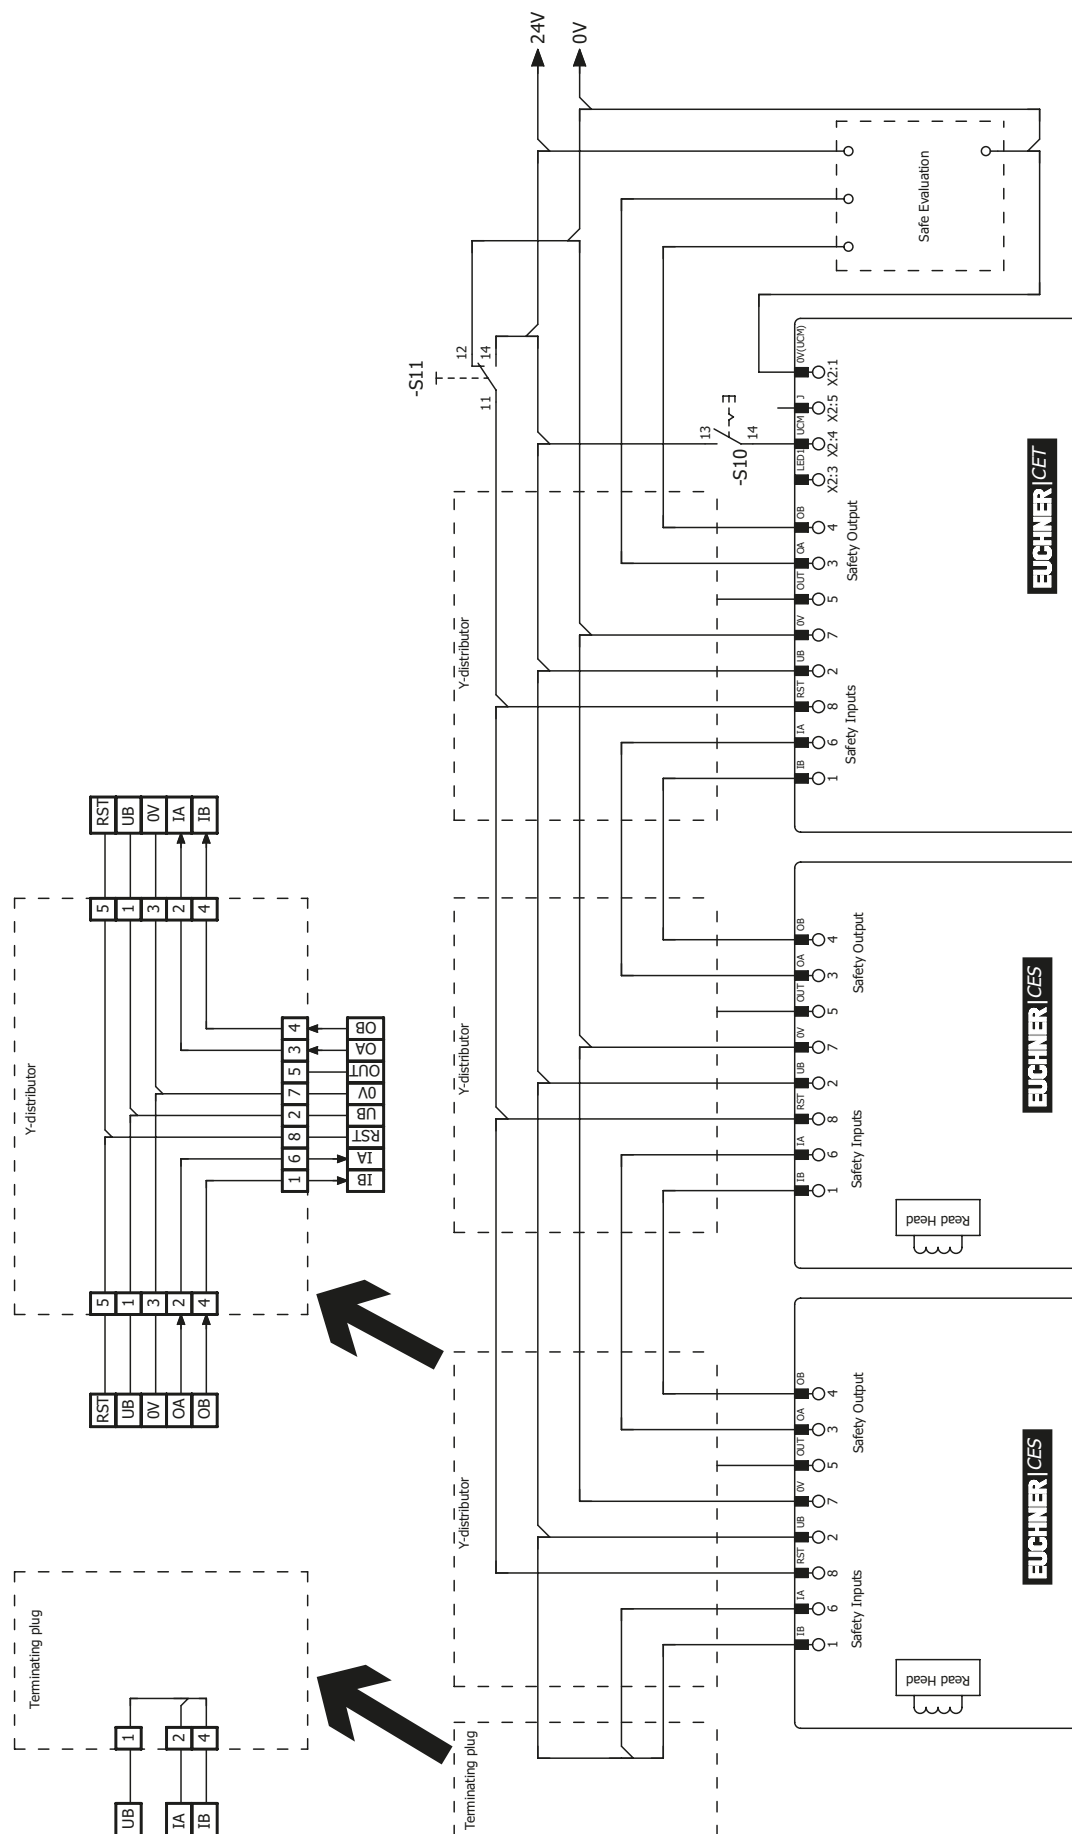

Рис. 14. Пример подсоединения для работы в цепи выключателей CES-AR
- › При использовании CET-AR с цепью обратной связи и кнопкой «Пуск» этот выключатель должен находиться на последнем месте в цепи выключателей (см. *Рис. 14 на странице 34*).
- › Следует использовать общий сигнал для всех выключателей в одной цепи. Для этого может использоваться переключатель, однако также возможно использование выхода ПЛК. Кнопочный выключатель не подходит, так как во время работы выход RST должен быть всегда соединен с землей (см. выключатель S11 на *Рис. 14 на странице 34*).
Чтобы обеспечить такую возможность, вход RST должен быть подключен так, как показано на *Рис. 14 на странице 34*.